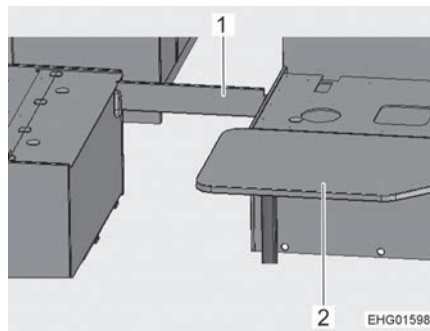

Bild 145 Under ombyggnaden
- Omvandla bord (Bild 145,2) till sängstomme (se avsnitt 6.7).
- Sätt dit stödbrädor (Bild 145,1).